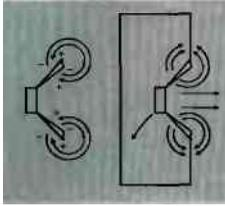

Рис. 1
Первая функция — это блокирование эффекта акустического „короткого замыкания“, возникающего **из-за** сложения в пространстве акустических колебаний, возбуждаемых передней и задней поверхностями диффузора и, естественно, противозвонных (см. рис. 1).
И. А. То есть (рис. 1), помимо наличия „разделителя“ надвое акустического пространства, препятствующего акустическому короткому замыканию, „задний объем“ в корпусе тоже должен быть немалым, хотя бы настолько, чтобы головка не ощущала на себе упругого воздействия содержащегося в этом объеме воздуха. Те аудиолюбители, воспаленное воображение которых уже посетила мысль вмонтировать головку в стену между комнатами, наиболее близки к идее infinite baffle. Ведь на заре электроакустики широко применялись свернутые „бесконечные“ экраны, то есть коробки без задней стенки. Если их габариты соизмеримы с четвертьволновым отрезком, то короткое замыкание они устраняют вполне приемлемо, хотя уже, конечно, не полностью. Итак, запомним две особенности бесконечного экрана: полное предотвращение акустического короткого замыкания и полное отсутствие акустического демпфирования, то есть ситуация, при которой диффузор не чувствует за собой замкнутого объема.
К. К. Итак, как мне думается, если снижать частоту сигнала, подаваемого на АС, то мере приближения к резонансу «отдача» диффузора будет падать, а трубы — расти (рис. 1).
К. К. Нередко приходится слышать о том, что причина этого явления в «сложении акустических волн, излученных передней и задней поверхностями диффузора». Кстати, как раз получается 3 дБ. Утверждение это дважды неверно. Во-первых, никаких волн там нет. Волны есть там, где $L \gg \lambda/2$, то есть на ВЧ и СЧ. А во-вторых (как видно из рис. 1), на резонансе диффузор почти стоит, излучение его передней стороны мизерно, и говорить о каком-то «сложении», конечно, не приходится.
Рис. 1. Типичные АЧХ фазоинверсной системы при реализации аппроксимаций по Чебышеву (1), Баттерворту (2) и квазитретьего порядка (3) (рис. а) и соответствующие им нормированные амплитуды колебаний диффузора (рис. б). Ясно, что там, где у диффузора «провал», у трубы — пик, тем более острый, чем острее провал у диффузора (f_B — собственная резонансная частота головки в отсутствие акустического оформления)